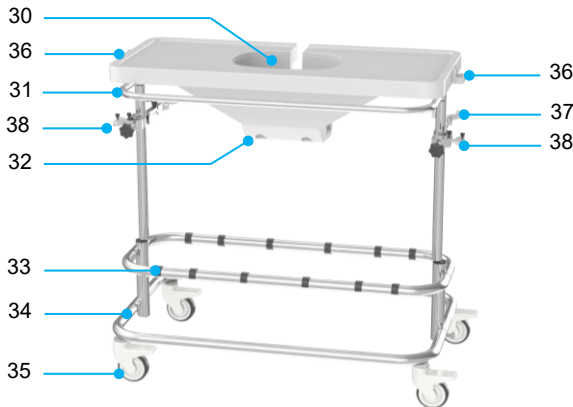
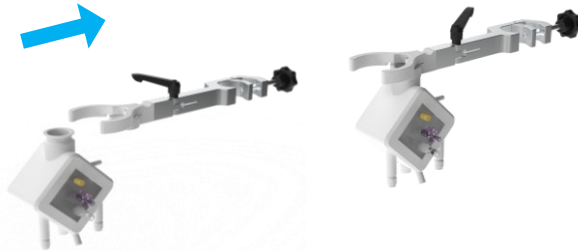

Abbildung 8 Rollwagen
Abbildung 11 Befestigung des Oxygenators an der Halterung
Die Thermoeinheit und die beiden Pumpeneinheiten sind auf einem Wagen montiert (siehe Abbildung 8). Der Wagen ist mit Lenkrollen mit Bremsen und einer Griffstange zum Schieben ausgestattet, um den Transport innerhalb des Krankenhauses zu ermöglichen.
- Bringen Sie den Rollwagen in die richtige Position und arretieren Sie die Bremsen an den Lenkrollen (Abbildung 8, Ziffer 35).
- Setzen Sie den Behälter für die Leber in die Vertiefung des Liver Assist-Tisches (Abbildung 8, Ziffer 30).
- Richten Sie den blauen Schlauch zur Pfortaderseite (PV) und den roten Schlauch zur Arterienseite (HA) hin aus.
- Bringen Sie die Drucksensoren an den Halterungen an jeder Seite der Tischplatte an (Abbildung 8, Ziffer 36).
- Bringen Sie die Oxygenatoren in den Halterungen am Rollwagen an (Abbildung 8, Ziffer 37), indem Sie sie in die Klemme drücken (Abbildung 11).